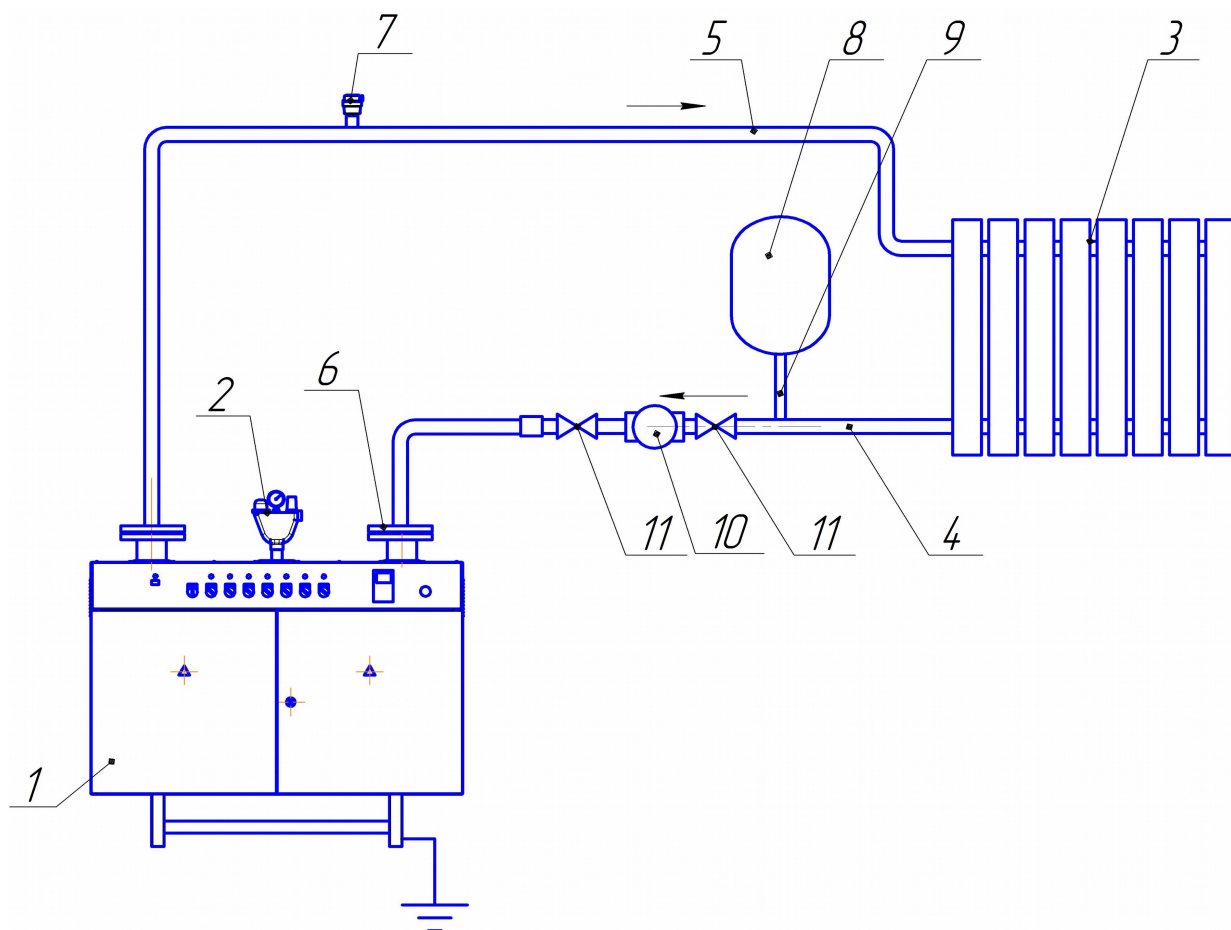

Рис. 4. Вариант использования ЭВН-К в системе отопления
- 5.6 Произведите подключение ЭВН-К-250Г к системе отопления согласно схемы подключения (рис.4).
10.1 Монтаж отопительной системы производится согласно **СНиП РК 4.02-42-2006**. В качестве нагревательного прибора (3) (см. рис.4) рекомендуется использовать радиаторы. Подсоединение ЭВН-К (1) к системе отопления осуществляется фланцами (6) с соответствующими уплотнителями.